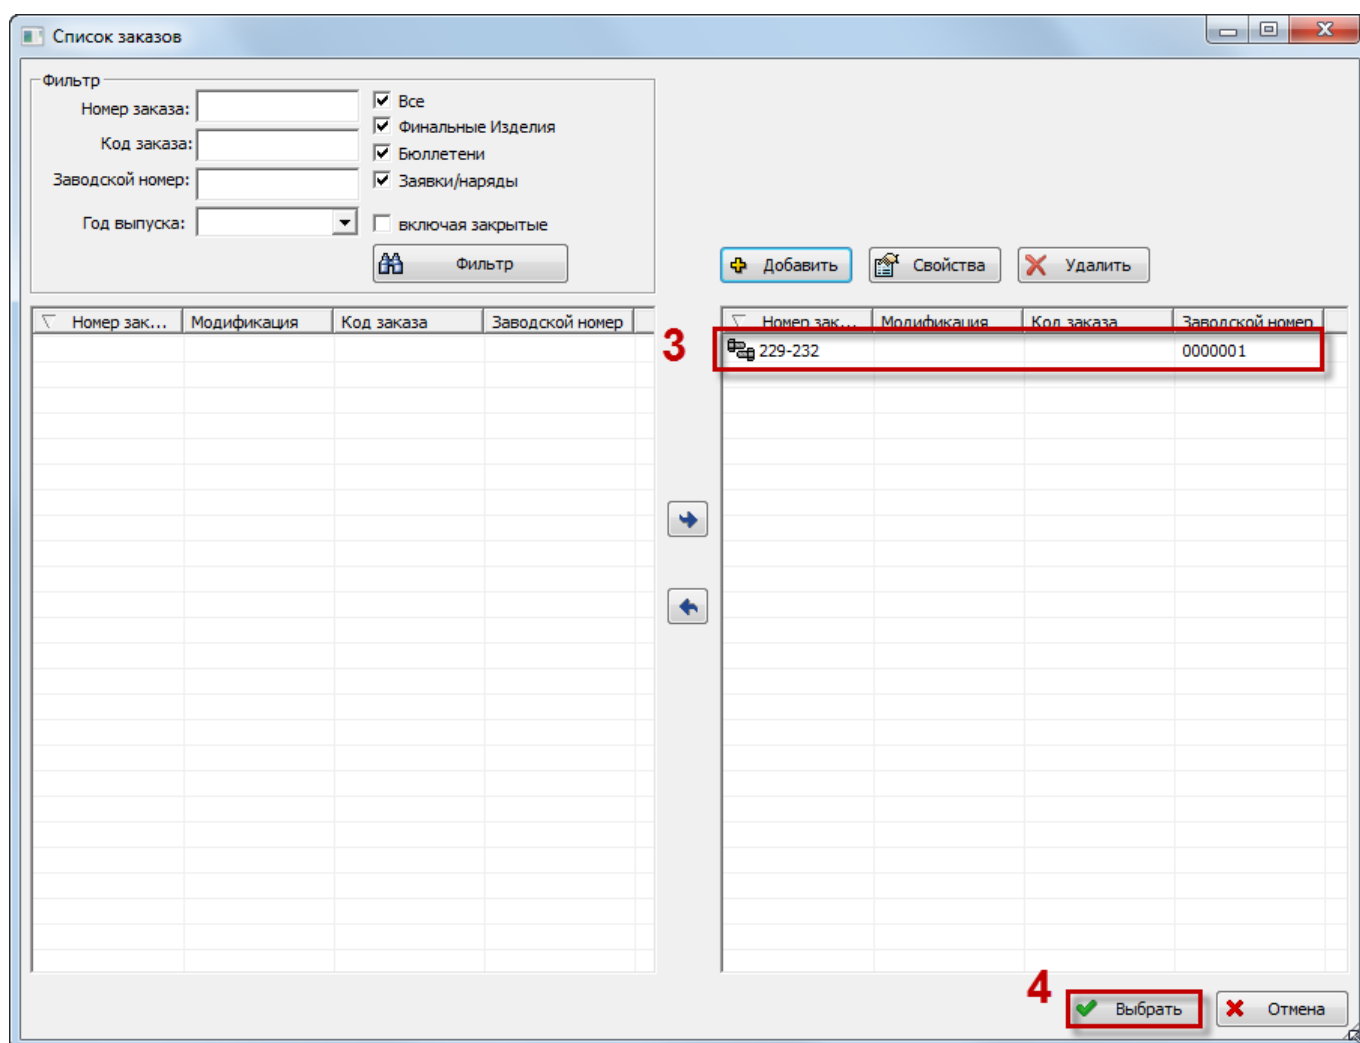

Рис. 13-78 – Созданный заказ в окне «Список заказов»
- 8) Окно «Создание заказа» будет закрыто. В правой части окна «Список заказов» отобразится созданный заказ «229-232» (3 на рис. 13-78).
10) Нажать кнопку «Выбрать» для закрытия окна «Список заказов» (4 на рис. 13-78).